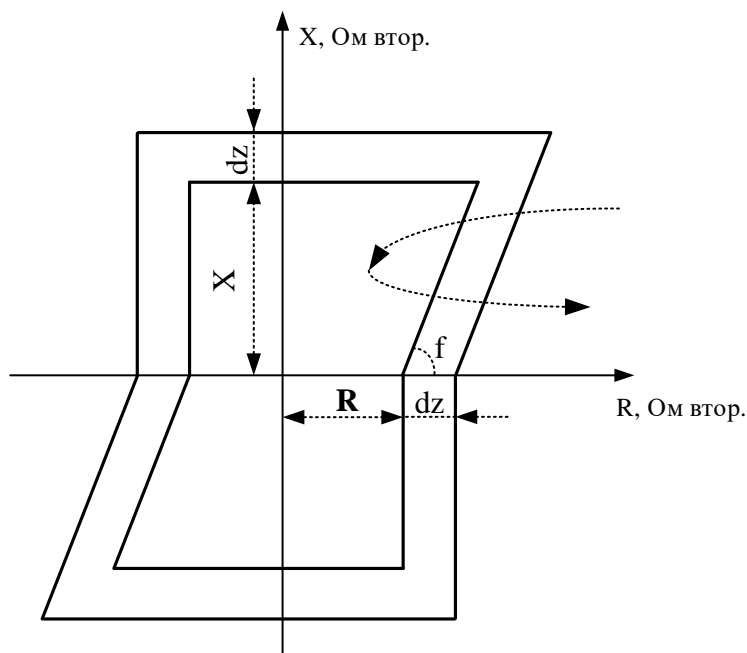

Рисунок 6.8 – Характеристика блокировки при качаниях
1. Рабочая точка перемещается из внешней зоны в зону действия (рисунок 6.8), при этом находится в дельта-зоне больше заданного времени **Tdz**. Для качаний частотой до 4–5 Гц $Tdz=20$ мс.